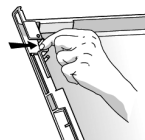

Fig. 3
1. Ta av fackets lock genom att lossa de två spärrarna på undersidan (se Fig. 3)